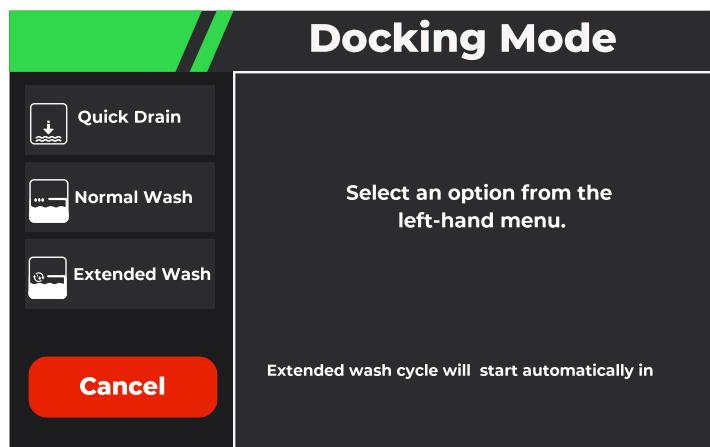

Figura 31 Acoplamiento inicial (pantalla de control principal) (Initial Docking (main control display))
4. Presione el botón EJECTAR para quitar el Distribuidor Desechable del receptáculo (Figura 31). Mantenga el Distribuidor Desechable en posición horizontal.
5. Tire del Distribuidor Desechable con el tubo de succión conectado hacia fuera del receptáculo para quitar completamente el Distribuidor Desechable del rover (Figura 31).
6. Manteniendo el Distribuidor Desechable en posición horizontal, elimine correctamente el Distribuidor Desechable usado y el tubo de succión conectado (Figura 31).